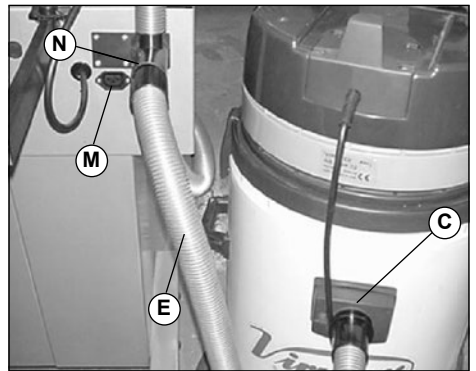

Fig. 4
- Włóż rurę w otwór C (Rys. 4) odciągu i w otwór N okleiniarki (Rys. 4).
- Włóż rurę w otwór C (Rys. 4) urządzenia odpylającego w odpowiednią końcówkę na elektronarzędziu.
- Upewnij się, że pływak (Rys. 4) nie jest uszkodzony ani blokowany przez żaden element, który mógłby blokować jego unoszenie. Funkcja pływaka polega na wyłączeniu ssania gdy zbiornik jest pełny lub gdy urządzenie przypadkowo się przewróci.